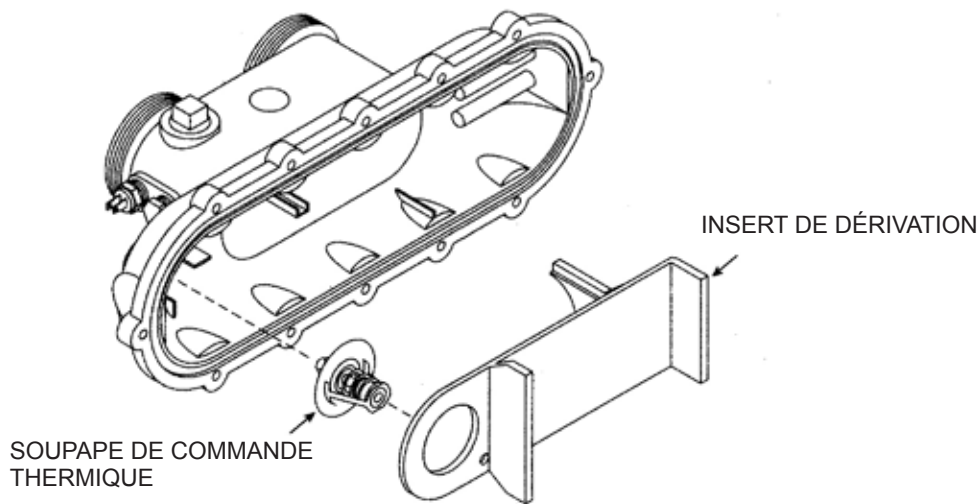

Figure 55: Commande thermique
13. Mettre à l'essai la soupape de commande thermique en la plaçant dans un bain d'eau chaude (de plus de 42 °C ou 108 °F) et observer le mouvement de compression du ressort et d'ouverture de la zone annulaire au centre de la soupape. Si cette action ne se produit pas, remplacer la soupape par une neuve qui a été mise à l'essai comme expliqué ci-dessus. Voir la figure 55.